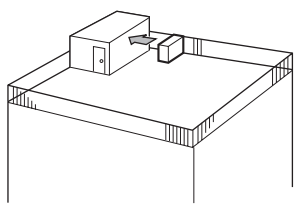

Fig. 2-16
- ① Направьте воздуховыпускное отверстие в сторону ближайшей стены, которая должна находиться приблизительно на расстоянии 50 см. (Fig. 2-16)